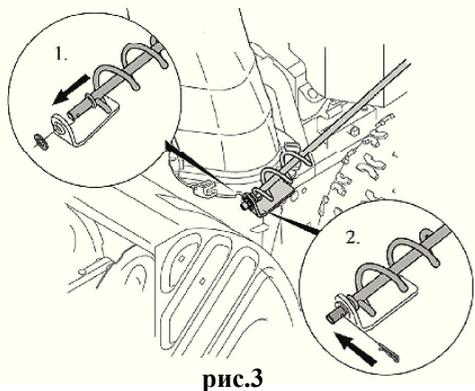

рис.3
- пропустите рычаги (4 и 7) в отверстие, расположенное на плате переключения скоростей (6).
- установите рукоятку поворота желоба в отверстие кронштейна, расположенного на корпусе двигателя с левой стороны (см. рис.3).